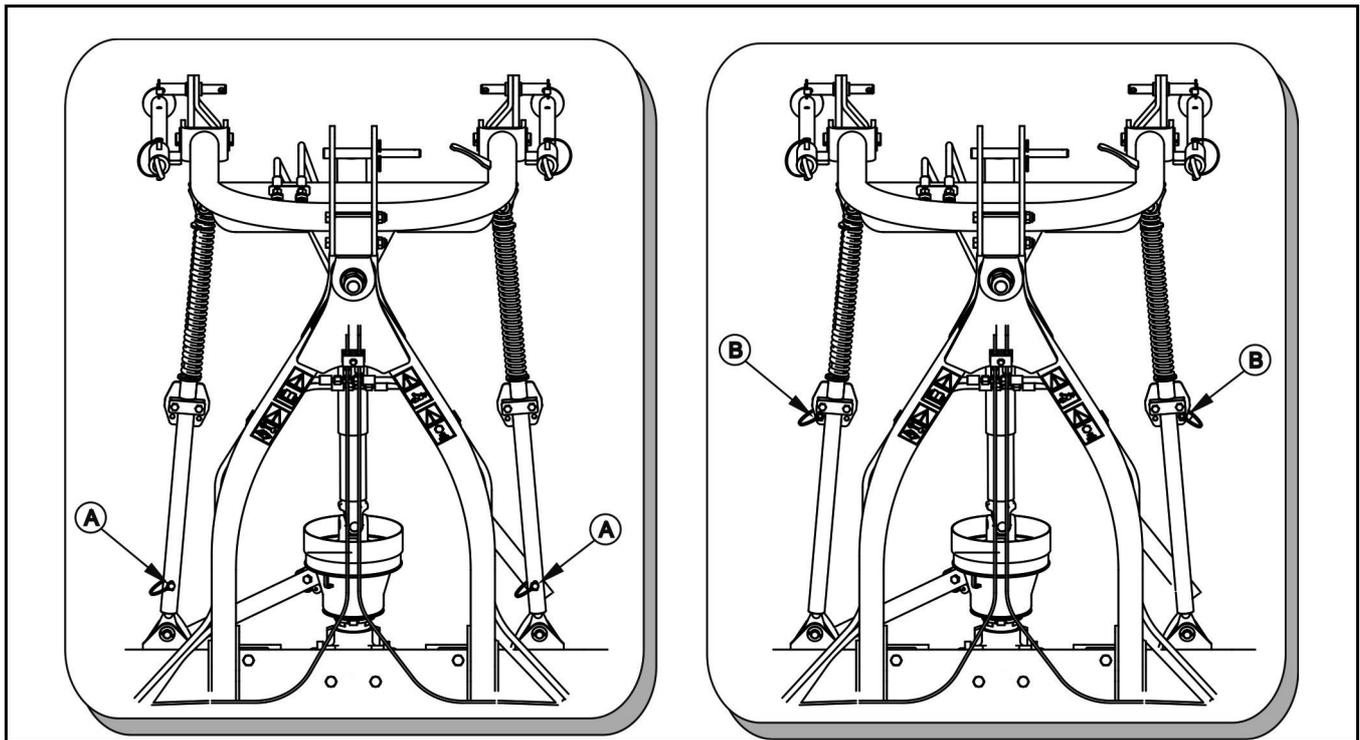

FIGURE 4.4A Réglage de l'amortisseur de vibrations en position de travail.
- Déverrouillez les amortisseurs de vibrations droit et gauche de la faneuse en retirant les goupilles de verrouillage (FIGURE 4.4A).